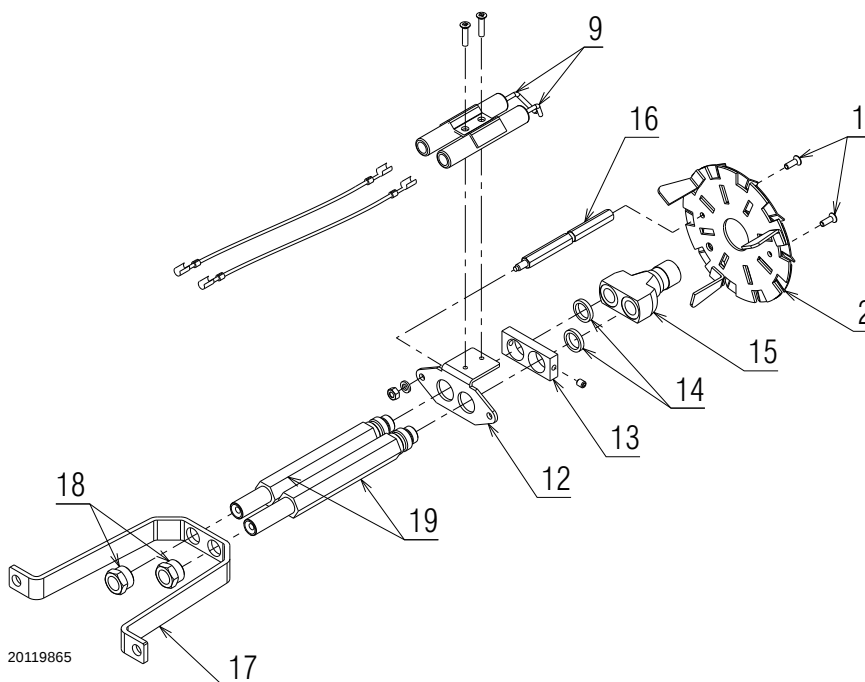

Fig. 6
- Insérer les deux rallonges 19)(Fig. 6) fournies avec le kit dans le support 17) et les fixer avec les deux raccords 18) ;